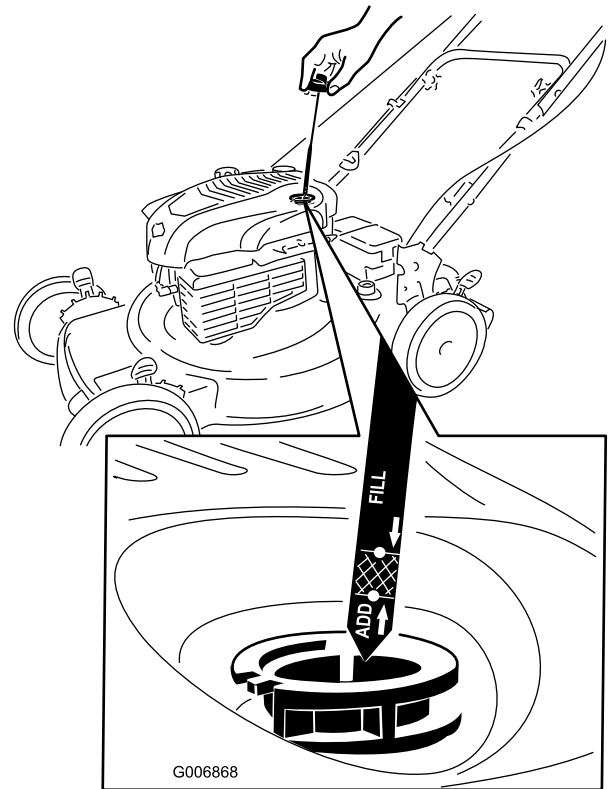

Figure 13
1. Retirez la jauge, essuyez-la sur un chiffon et remettez-la dans le goulot de remplissage (Figure 13).
2. Sortez de nouveau la jauge et contrôlez le niveau d'huile (Figure 13). Si le niveau n'atteint pas le repère **minimum** (Add) de la jauge, versez **lentement** suffisamment d'huile dans le goulot de remplissage pour faire monter le niveau au repère **maximum** (Full). **Ne remplissez pas excessivement.** (Remplissage max. : 0,59 l (20 oz), type : huile détergente SAE 30W de classe de service API SF, SG, SH, SJ, SL ou supérieure.)